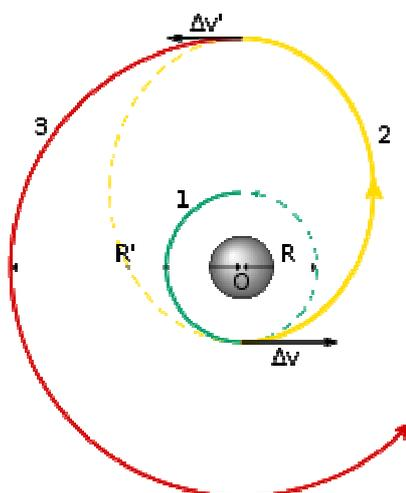

Figura 3: Transferencia de Hohmann
Teniendo en cuenta a (2) podemos obtener la respuesta que necesita dar nuestro proceso o controlador, que en la figura 2 corresponde a un compensador de adelanto  $H(s)=G_c(s)$ , para que el curso de la nave sea el más óptimo. En donde nuestra  $X(s)$  sería las señales captadas por la nave que aportan datos de su localización con respecto a una referencia  $R(s)$ , empuje de los cohetes y la fuerza de atracción de la Tierra, y permiten de esta forma, a través de la función de transferencia  $G_c(s)$ , deducir  $Y(s)$  que nos brinda la respuesta, es decir los cambios en la dirección de la nave, como así también la aceleración o desaceleración que debe seguir el motor, para que la nave no pierda su curso hacia el recorrido más óptimo, como podemos detallar en la figura 3, que responde a un ejemplo en donde se supone una dada función de transferencia.
La órbita de transferencia de Hohmann (figura 3) es una mitad de una orbital elíptica que toca tanto la órbita inicial que se desea dejar y la órbita final que se quiere alcanzar. La órbita de transferencia se inicia disipando el motor de la nave espacial para acelerarla creando una órbita elíptica; esto añade energía a la órbita de la nave espacial. Cuando la nave alcanza la órbita final, su velocidad orbital debe ser incrementada de nuevo para hacer una nueva órbita circular; el motor acelera para alcanzar la velocidad necesaria.